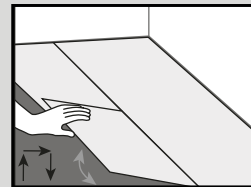

Fig. 3
4. Comience la segunda fila de manera que la lengüeta encaje en la hendidura, sujetando el tablón en ángulo (aproximadamente a 30°) y, a continuación, empuje con firmeza el tablón/baldosa hasta que encaje en la hendidura de la primera fila. Instale el siguiente tablón/baldosa acoplando la lengüeta y la hendidura por el lateral largo (fig. 3).